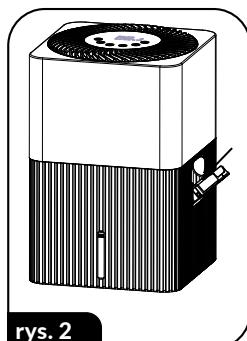

rys. 1
4. Zdejmij z urządzenia obudowę (3), wyjmij pierścień blokady płynaka (4) a następnie wyjmij filtr (6) – (rys.1). Zdejmij z filtra folię ochronną (o ile filtr jest nią zabezpieczony) i włożyć go z powrotem do wnętrza zbiornika (10). Zamontuj ponownie pierścień płynaka a na zbiornik nałoż obudowę (3). Obudowa (3) pasuje do zbiornika na wodę (10) w jednej prawidłowej pozycji.
5. Napełnij wodą zbiornik na wodę (10).